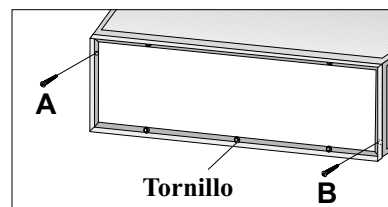

Fig. 8
Ver Fig. 8.
El panel frontal de la unidad es extraíble. (Ver Fig. 8).
1. Quitar el panel frontal. (Fig. 8)